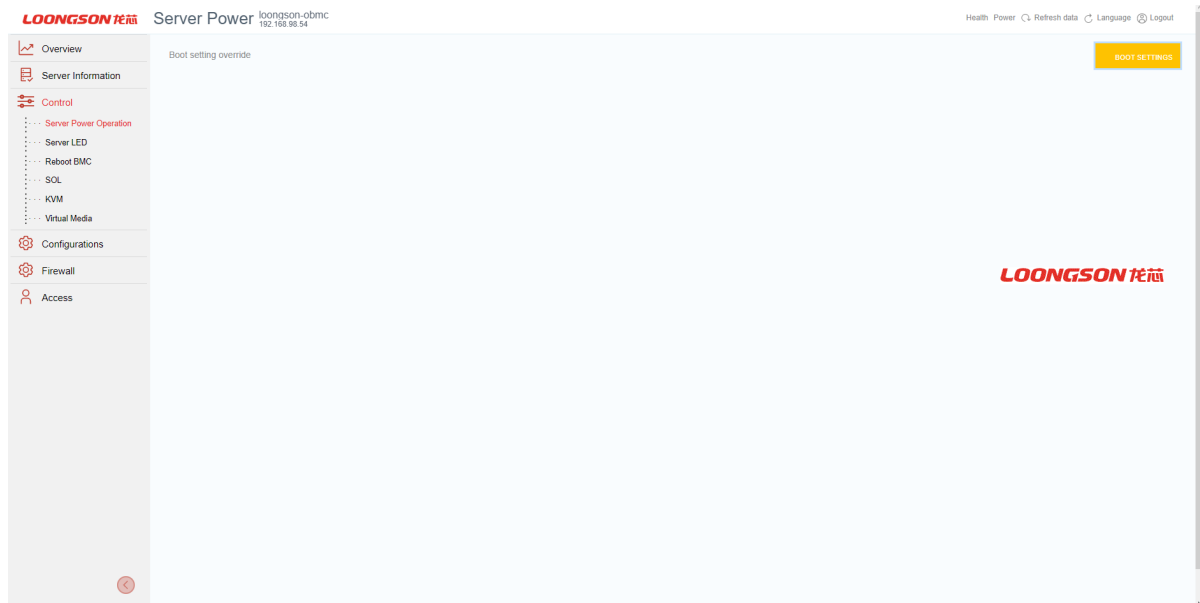

Рис. 78. Окно «Server Power Operation»
- 2) Пройдите во вкладку «Control» → «Server Power Operation» в данной вкладке осуществляется управление сервером. Вкладка «Server Power» показывает состояние сервера «On/Off». Вкладка «Reboot Server» позволяет перезагрузить сервер, вкладка «Shutdown Server» позволяет выключить сервер. Окно показано на рис. 78 Окно «Server Power Operation»